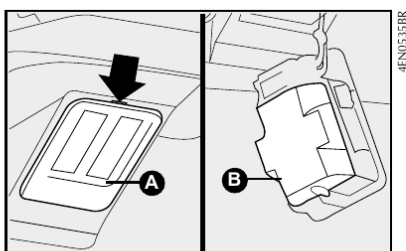

fig. 65
1) remover a lente transparente **fig. 65** forçando com uma chave de fenda no ponto indicado pela seta. Logo depois, remover a proteção plástica **B** e substituir a lâmpada.